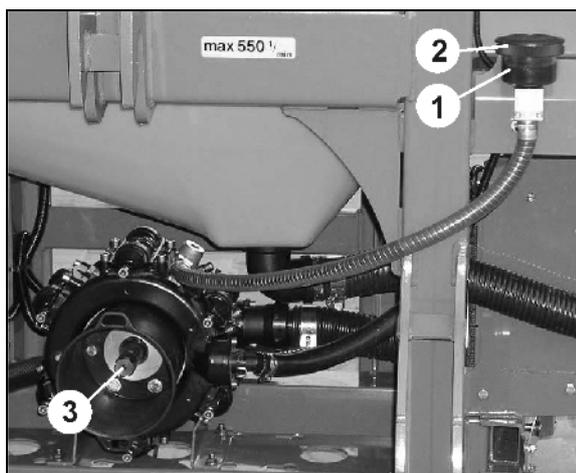

Fig. 148
1. Kontermutter der Einstellschraube (Fig. 148/1) lösen.